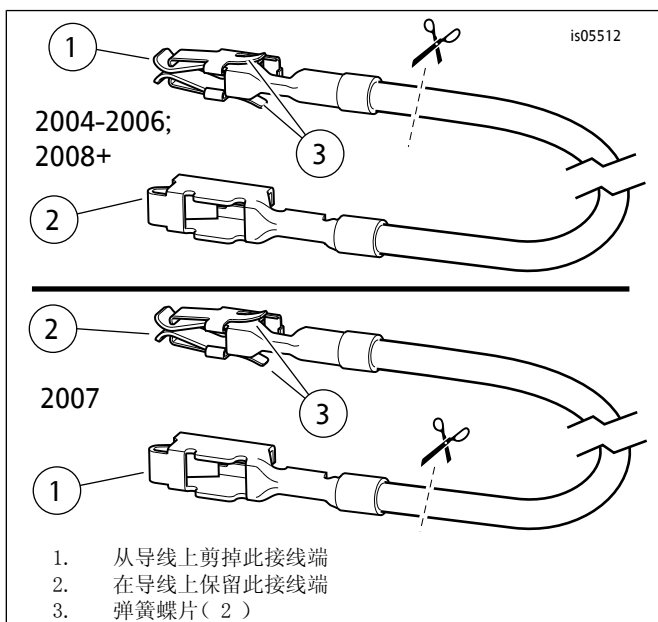

图12。保险丝盒适配器电线（FL Touring车型）
- 对于2004-2006年款车型: 参见图12。(上部视图)。注意每一端的接线端。只有不带弹簧蝶片的接线端可安装到此保险丝空腔中。小心地从电线上剪掉带有弹簧蝶片的接线端并丢弃。
- 对于2007年款车型: 参见图12。(下视图)。注意每一端的接线端。只有带弹簧蝶片的接线端可安装到此保险丝空腔中。小心地从电线上剪掉不带弹簧碟片的接线端并丢弃。
- 参见图12。（上部视图）。注意每一端的接线端。只有带弹簧碟片的接线端可安装到此保险丝空腔中。小心地从电线上剪掉不带弹簧碟片的接线端并丢弃。